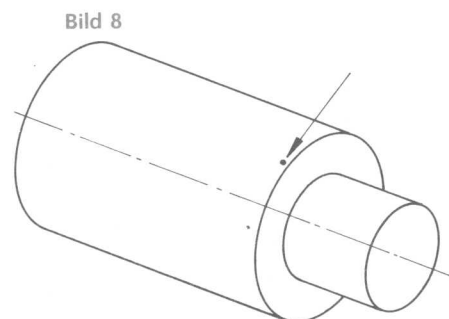

Bild 8
- Deshalb sollten wir nun so tief wie möglich mit einem lang angeschliffenen Bohrstahl (Bild 8) die jeweilige Bohrung bis $\frac{2}{10}$ mm unter den Nenndurchmesser ausdrehen!